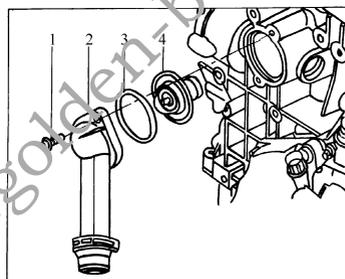

图 2-125 拆卸节温器
13) 从连接管 2 上拆下冷却液软管(图 2-125), 为此须松开卡箍。